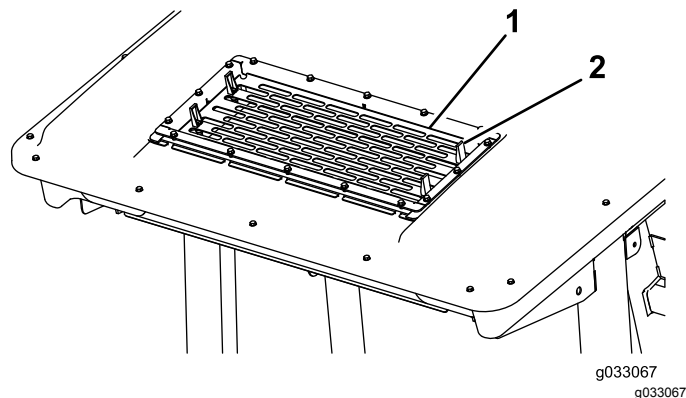

図 94
2. エアコン用スクリーンのタブ 4 個 図 94 を外してスクリーンを取り外す。